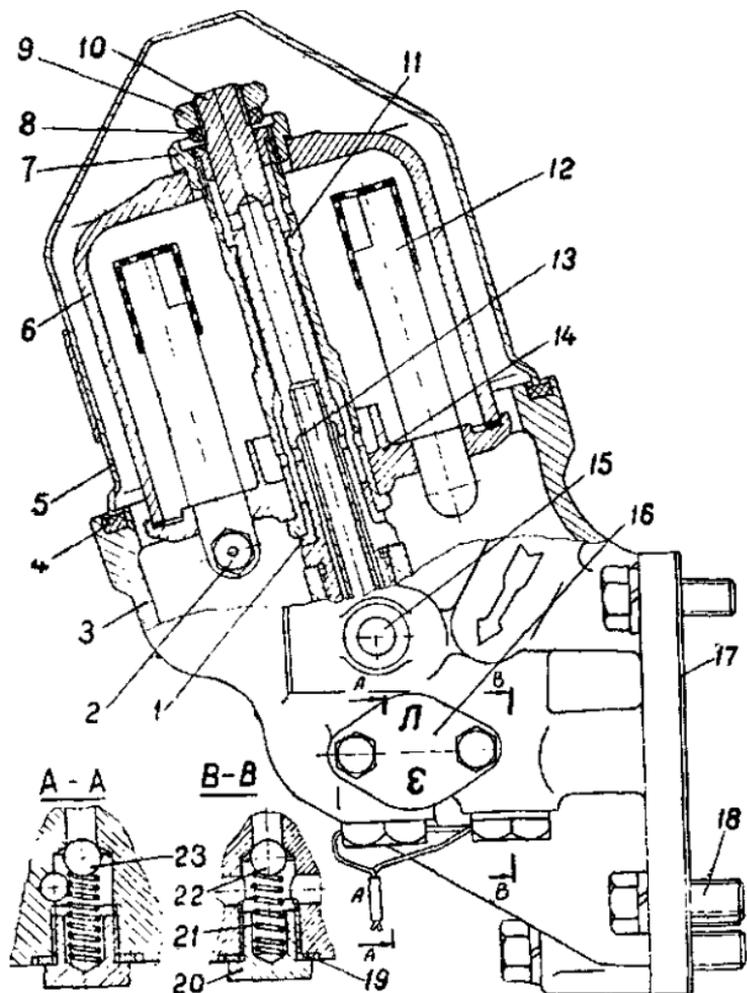

Рис. 17. Масляный фильтр (центрифуга):
Для очистки масла на двигателе установлена полноценная реактивная центрифуга (рис. 17).
2. Отверните гайку 9 (рис. 17) и снимите ее вместе с упорным кольцом.